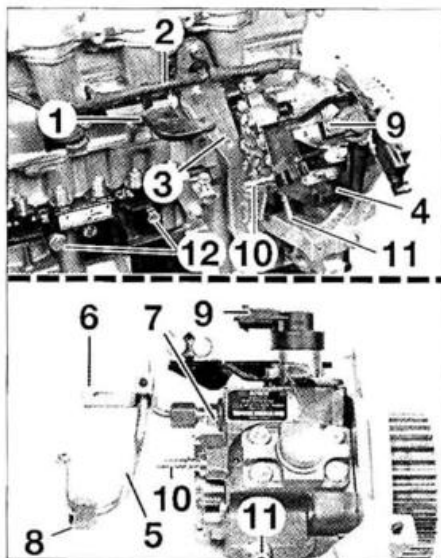

FIG. 26
- el soporte de filtro de aire (1) (fig. 26).
- el cableado de alimentación de las bujías de precalentamiento (2).
- el soporte trasero de bomba de alta presión (3).
- el soporte de bomba (4).
- el tubo de alimentación (5) con su soporte (6) después de haber aflojado los rácores (7) y (8).
• Aflojar los dos tornillos de fijación (12) y desmontar la rampa de inyección (Fig.26).